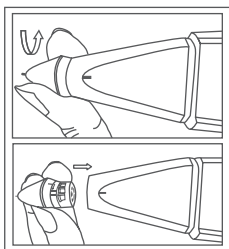

Fig. 1.07
1. Quando il tester viene spento, ruotare la punta della sonda in senso antiorario per rimuoverla, come mostrato nella **Fig. 1.07**.